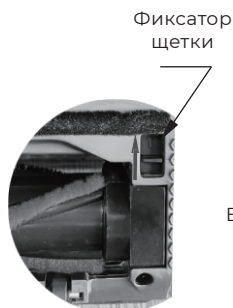

Рисунок 1
1. Нажмите на фиксатор щетки в направлении стрелки, и щетка отсоединится. [Рисунок 1]